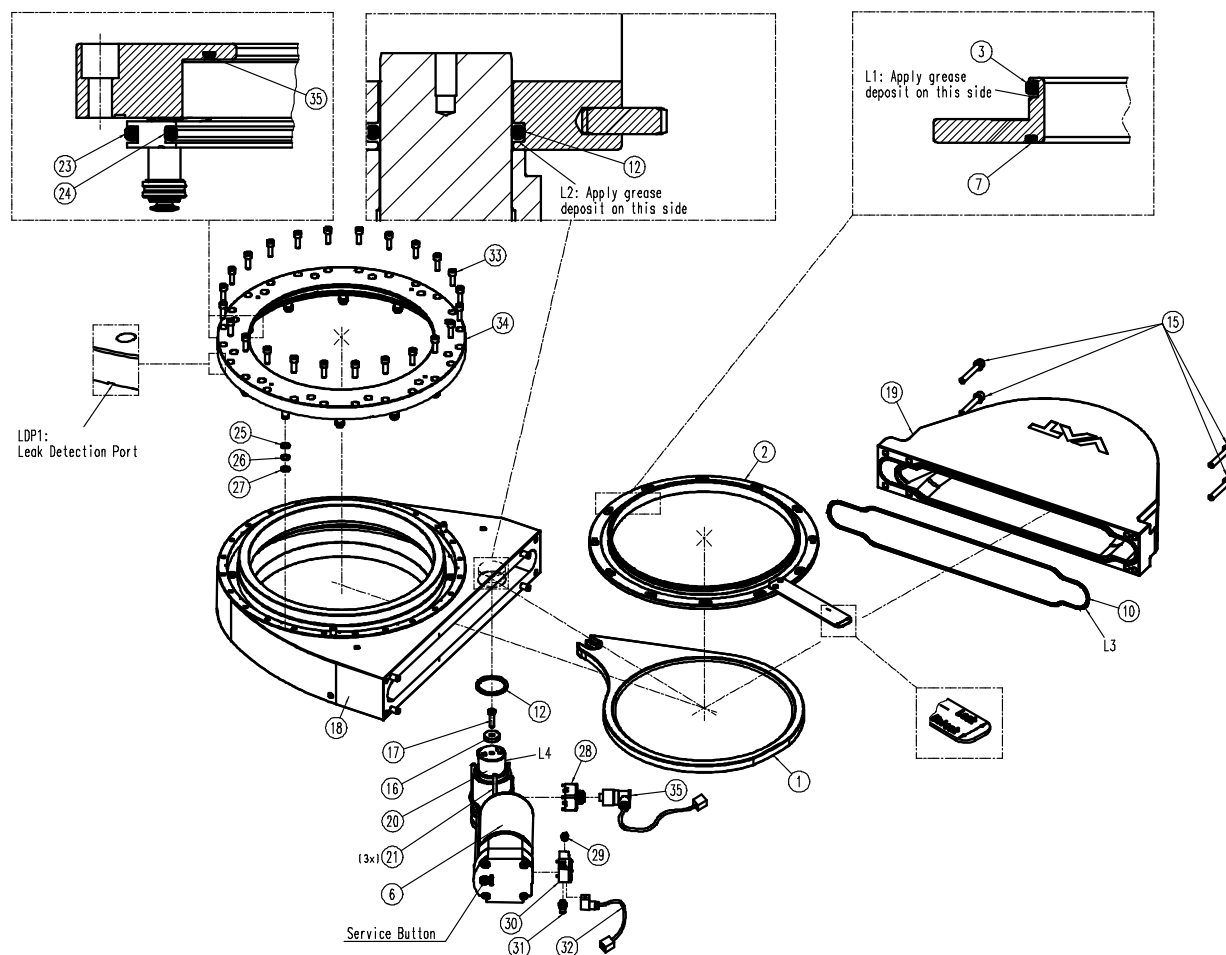

Abbildung 12-1
7. Sicherungsschraube (17) des Schiebers entfernen.
8. Schieber (1) von der Antriebswelle (20) abziehen.
9. Schieber (1) auf einer sauberen Fläche ablegen.
Während dieses Schritts die Servicetaste betätigen (siehe «Abbildung 12-1» auf Seite 30) und den Dichtungsring (2) durch Bewegen/Drehen in die Entriegelungsstellung bringen.
10. Dichtungsring (2) vom Ventilkörper (18) entfernen.
11. Dichtungsring (2) auf einer sauberen Fläche ablegen.
12. Schieberdichtung (7) und dynamische Dichtung (3) vom Dichtungsring (2) entfernen; O-Ring-Abzieher verwenden.
13. Dichtungsring (2), dynamische Dichtung (3) und Schieberdichtung (7) reinigen; Reinraumwischtuch verwenden.
14. Schieberdichtung (7) und/oder dynamische Dichtung (3) des Dichtungsring (2) bei Bedarf ersetzen.
15. Die dynamische Dichtung (3) gleichmässig mit der Menge an Fett schmieren, die im Kapitel «6.2 Schmiervorgaben» für Schmierstelle L1 angegeben ist.
16. Die dynamische Dichtung (3) auf dem Dichtungsring (2) montieren.
17. Die Schieberdichtung (7) im Dichtungsring (2) montieren.
18. Schieber (1), insbesondere die Dichtungsflächen des Schiebers, reinigen; Reinraumwischtuch verwenden.
19. Ventilkörper (18) und insbesondere die Dichtungsflächen der dynamischen Dichtung (3) des Ventilkörpers (18) reinigen; Reinraumwischtuch verwenden.
20. Dichtungsring (2) in den Ventilkörper (18) einsetzen.
Während dieses Schritts die Servicetaste betätigen (siehe «Abbildung 12-1» auf Seite 30) und den Dichtungsring (2) durch Bewegen/Drehen in die Verriegelungsstellung bringen.
21. Schieber (1) auf der Antriebswelle (20) unter dem Positionierstück (16) suchen..
22. Schieber (1) in Richtung Antriebsachse bis zum Endanschlag schieben.
23. Sicherungsschraube des Schiebers (17) entsprechend dem Schraubentyp befestigen.